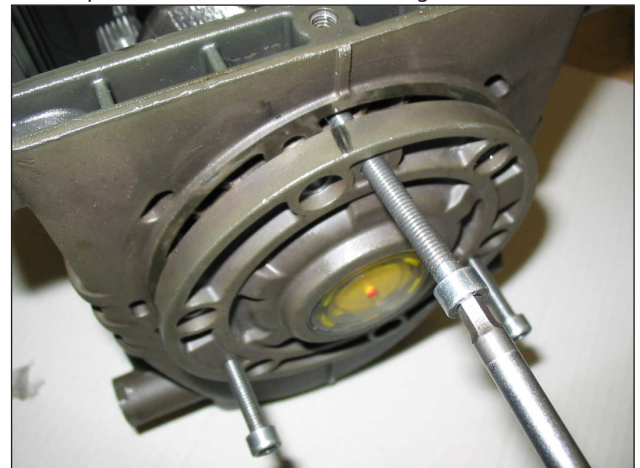

Fig. 3
- as coberturas laterais (e a flange VFV) usando - para a extração - 3 parafusos M6x50 (M10x40 para flange VFV) totalmente rosqueados, inserindo-os nos orifícios rosqueados, conforme indicado na Fig. 3.